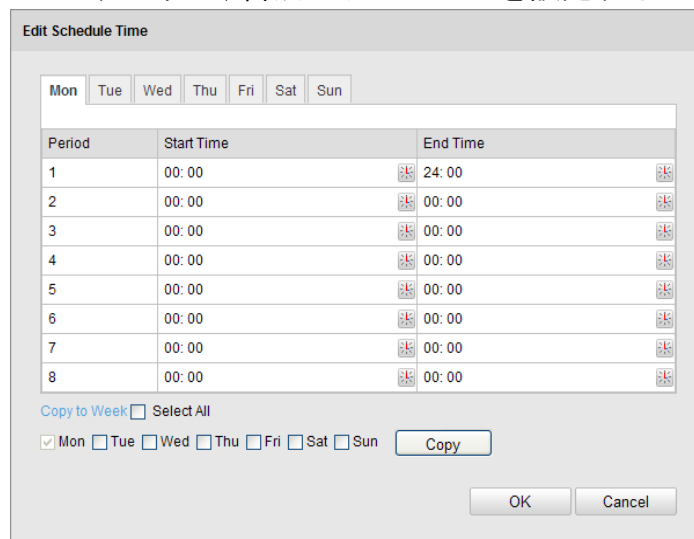

図 6-48 警戒時間スケジュール
(2) 図 6-48に示すように、警戒スケジュールを設定する日付を選択します。